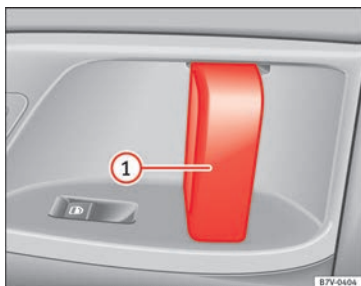

Fig. 49 En la puerta corrediza: maneta de la puerta ①.
Abrir la puerta corrediza desde el interior.	Con la puerta corrediza desbloqueada, abra la puerta por completo tirando de la maneta interior de la misma » fig. 49 ① .